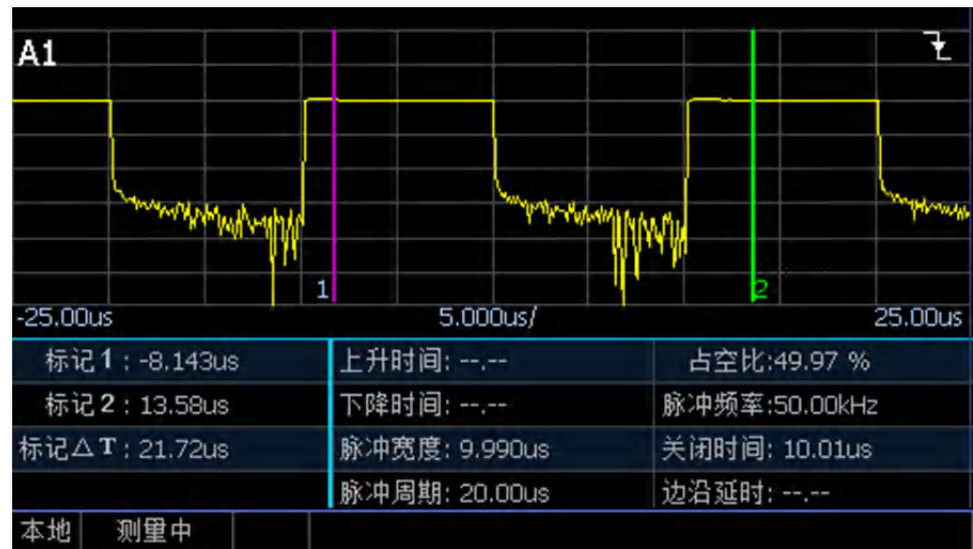

图 4.3 多个周期自动测量时间参数
- 7) 设置[测量参数] >[时间], 得到多个波形显示和时间参数自动测量, 如图 4.3 所示。在此由于水平刻度比较大, 无法观测上升时间和下降时间, 对于上升时间和下降时间测试, 则通过修改水平刻度和边沿触发得到;